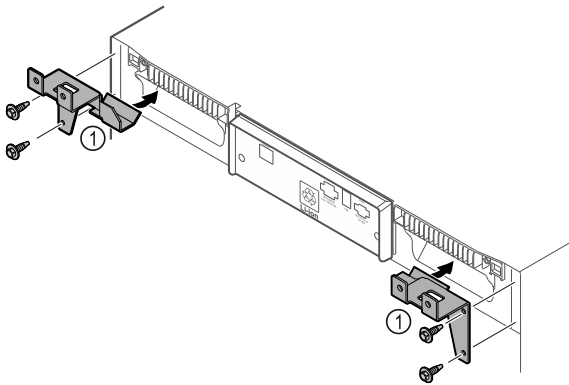

Fig. 11
- ▶ Змонтувати деталі кріплення Fig. 11 (1) за допомогою саморізів на пристрій.